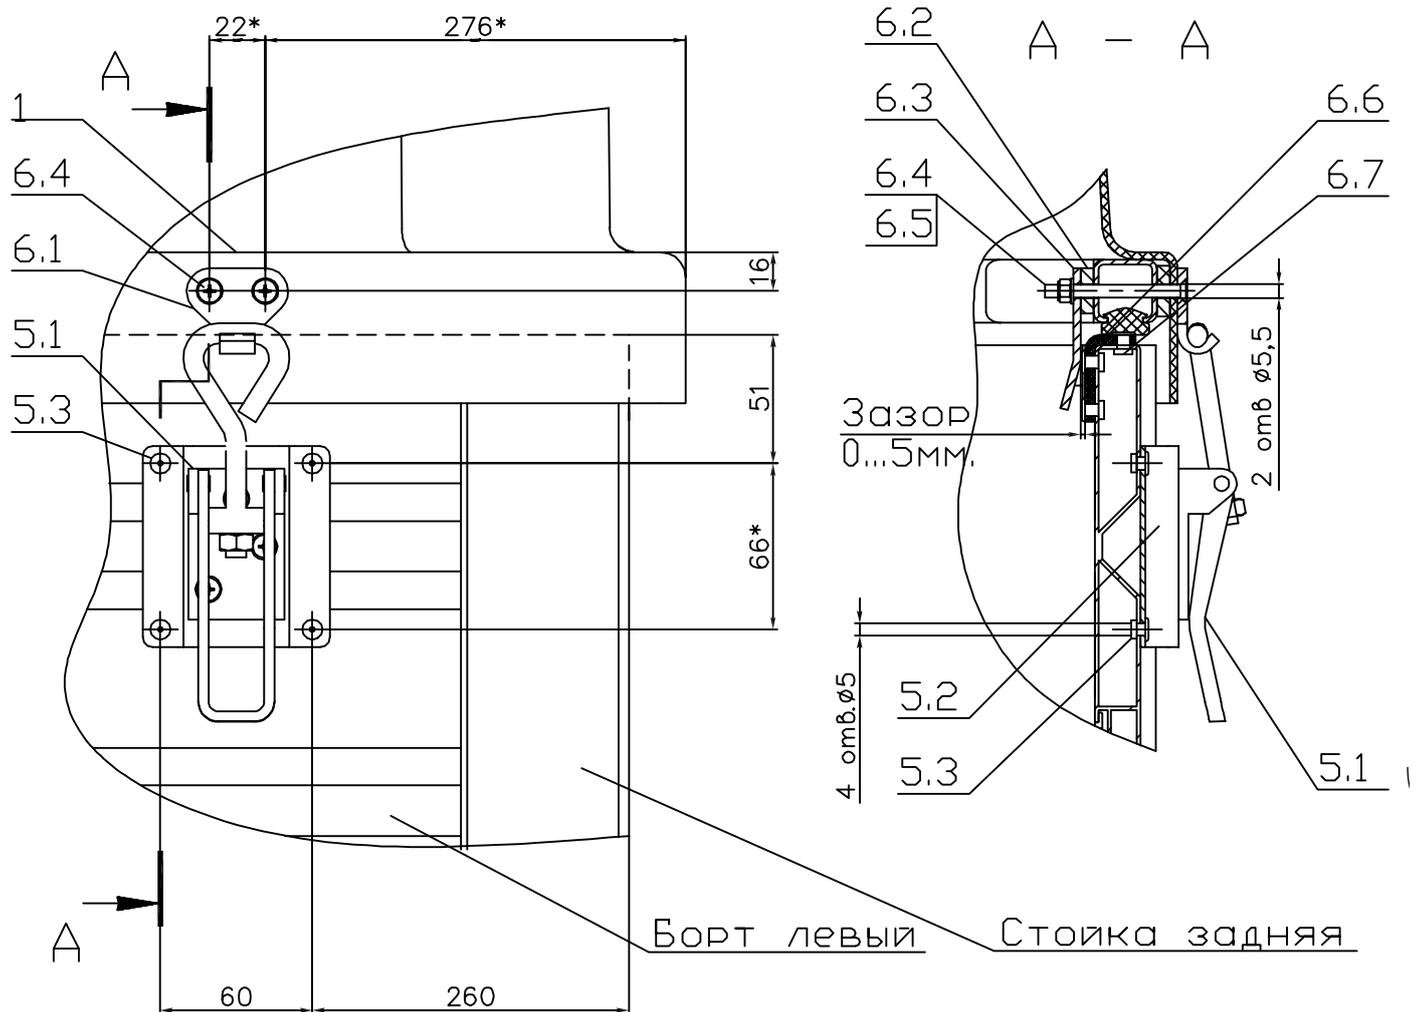

Рисунок 3.
15. В подготовленные отверстия, в задней части крышки установить в соответствующем порядке (рис. 3, сечение А-А) винты 6.4, крючок 6.1, проставочную пластину 6.2 и ловушку 6.3. Для обеспечения зазора 0...5мм. между ловушкой 6.3 и бортом прицепа разрешается пункт 16 собирать без проставочной пластины 6.2.
19. Просверлить отверстия $\text{Ø}5.5\text{мм}$ под замки 5, используя подставку замка 5.2 как шаблон (рис. 3).